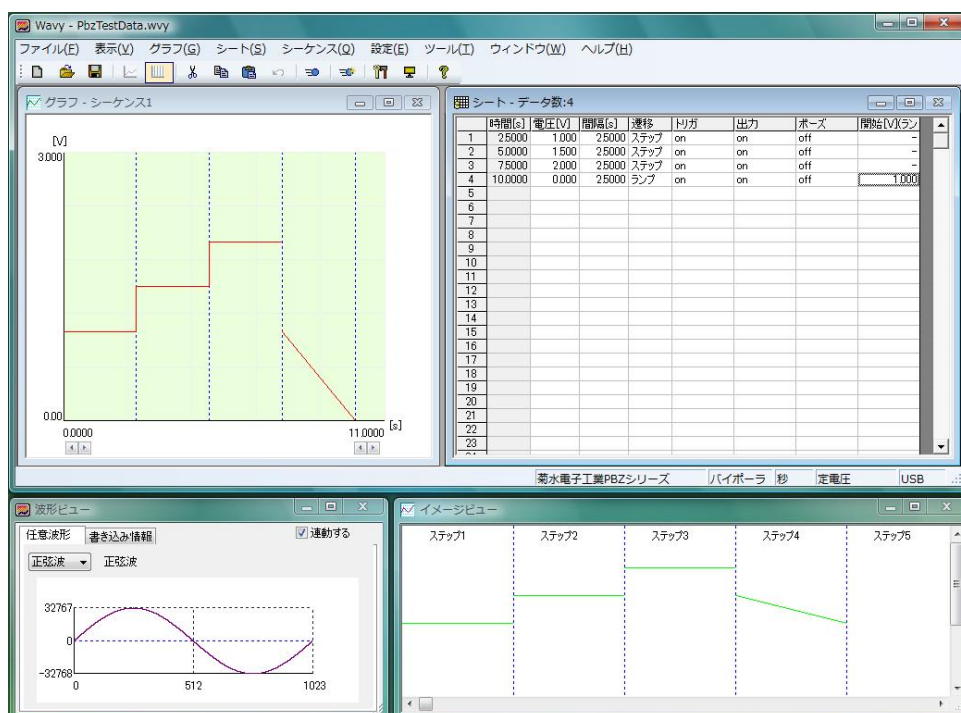

図 6-13 開始ランプの設定例
■ 図 6-13 は、開始ランプ項目にデータを設定した場合の例です。